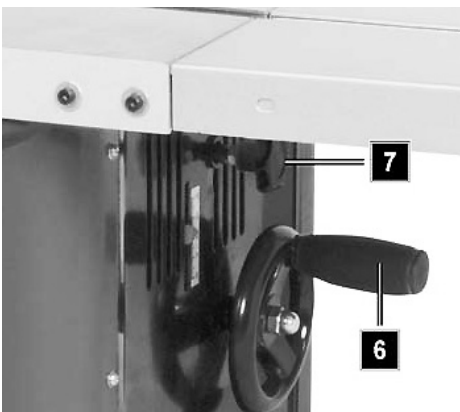

Fig. 14 : Réglage de la profondeur de travail
1. Pour régler ou diminuer la hauteur de la broche (sert à régler la hauteur des lames), tournez à la poignée (pos. 6, figure 14) pour augmenter ou diminuer la hauteur selon les besoins.
2. Verrouillez le réglage en serrant la vis (pos. 7, figure 14).